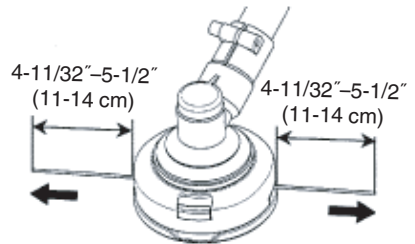

Fig. 26
(7) La longitud inicial de la línea de corte deberá ser de 4-11/32"-5-1/2" (11-14 cm) aproximadamente e igual a ambos lados. (Fig. 26)